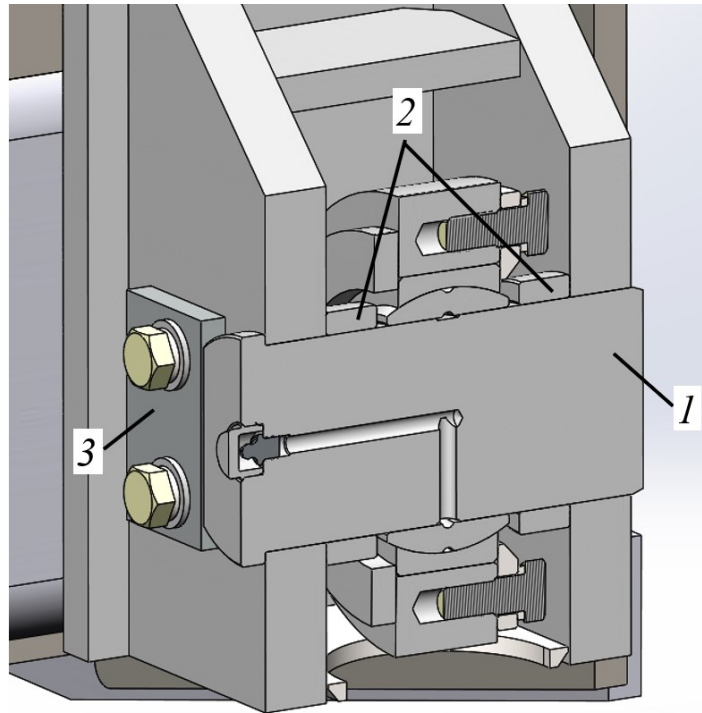

Рисунок 3.89. Установка пальца крепления зеркала отвала к брусу
- ▶ Установить отвал на толкающий брус, прикрепив нижние кронштейны зеркала отвала к толкающим брусьям с помощью пальцев 1, см. рис. 3.89. При установке